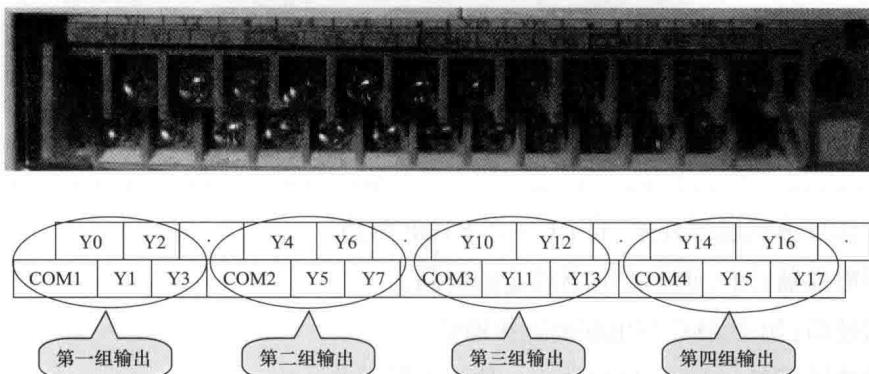
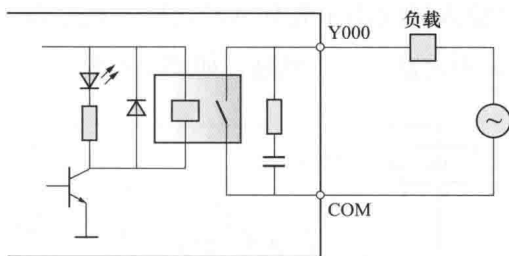

图 1-5 PLC 输出接线端
图 1-6 PLC 输出接口电路
(3) 输出接线端。PLC 输出接线端分为公共端 (COM) 和输出接线端子 (Y), 如图 1-5 所示。
**输出接线端子和公共端子:**FX2N-32MR PLC 共有 16 个输出端子, 分别与不同的 COM 端子组成一组, 可以接不同电压等级的负载, 如图 1-5 所示。在 PLC 内部, 几个输出 COM 端之间没有联系。PLC 每个输出接线端子的内部都对应一个输出继电器, 形成输出接口电路, 如图 1-6 所示。